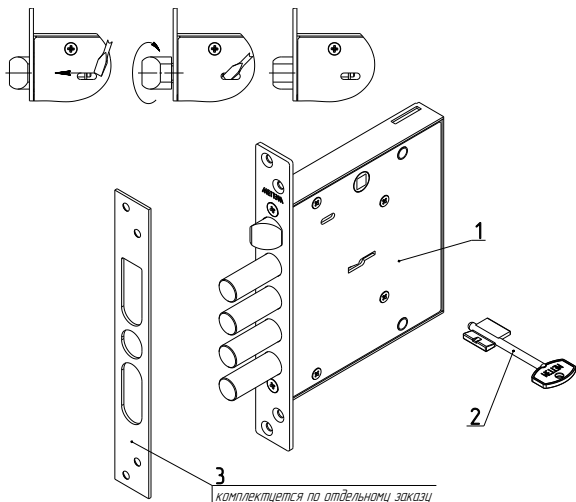

Рис.1
Комплектность замка приведена в таблице и показана на рис. 1.
4.1. Внешний вид и установочные размеры замка показаны на рис.1, 2.
5.2. Установить при необходимости защёлку в соответствующее положение для правой или левой двери путем ее выдвижения из корпуса отверткой через отверстие в крышке замка и разворота на 180° вокруг своей оси (см. рис.1).